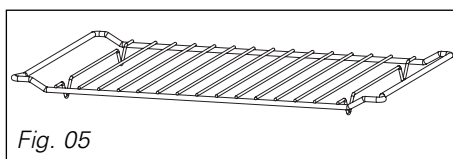

Fig. 05
• **Het rooster (Fig. 05):** hiermee kunt u roosteren, een bruin laagje aan uw gerechten geven of grillen. Het rooster mag nooit met andere metalen schalen gebruikt worden met de microgolven, grill + microgolven of hetelucht + microgolven functies.